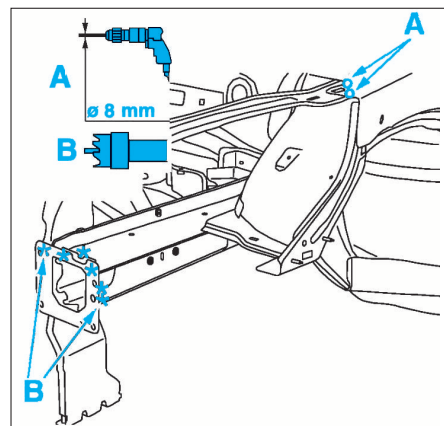

FIG. 16
- Dépointer et percer selon (Fig.16).